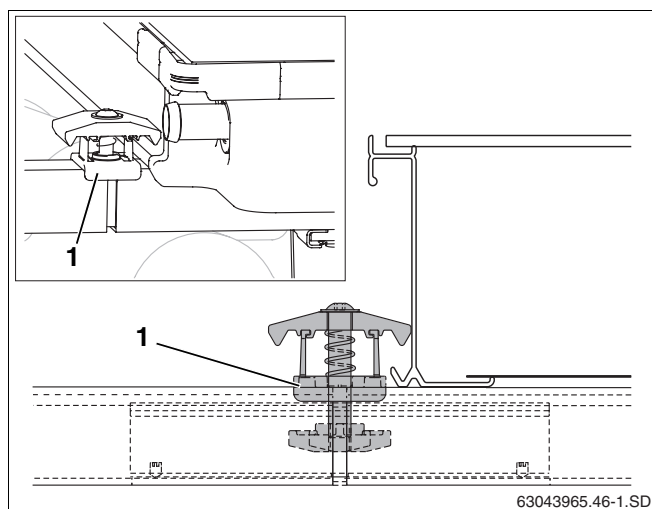

Рис. 45 Установка двухсторонних зажимов
- Установить двухсторонний зажим гайкой вниз в отверстие профильной рейки и соединительной вставки так, чтобы пластмассовая распорка (рис. 45, **поз. 1**) охватывала профильную рейку.